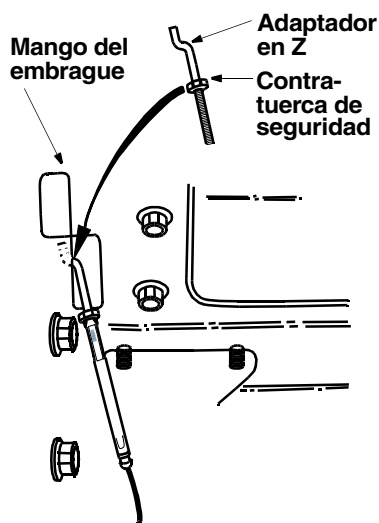

Figura 10
- Asegúrese que haya una contratuerca enroscada toda hasta la porción enroscada del adaptador en Z; se proveen extras en el conjunto de ferretería. Vea la Figura 10.